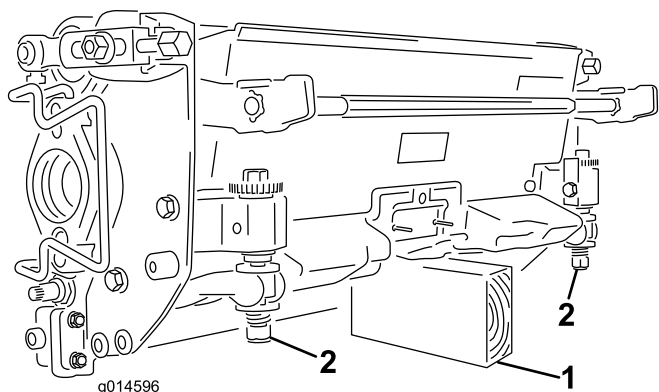

Рисунок 43
**Внимание:** Если необходимо наклонить режущий блок, подложите опору под заднюю часть режущего блока, чтобы гайки регулировочных винтов неподвижного ножа не упирались в рабочую поверхность (Рисунок 43).